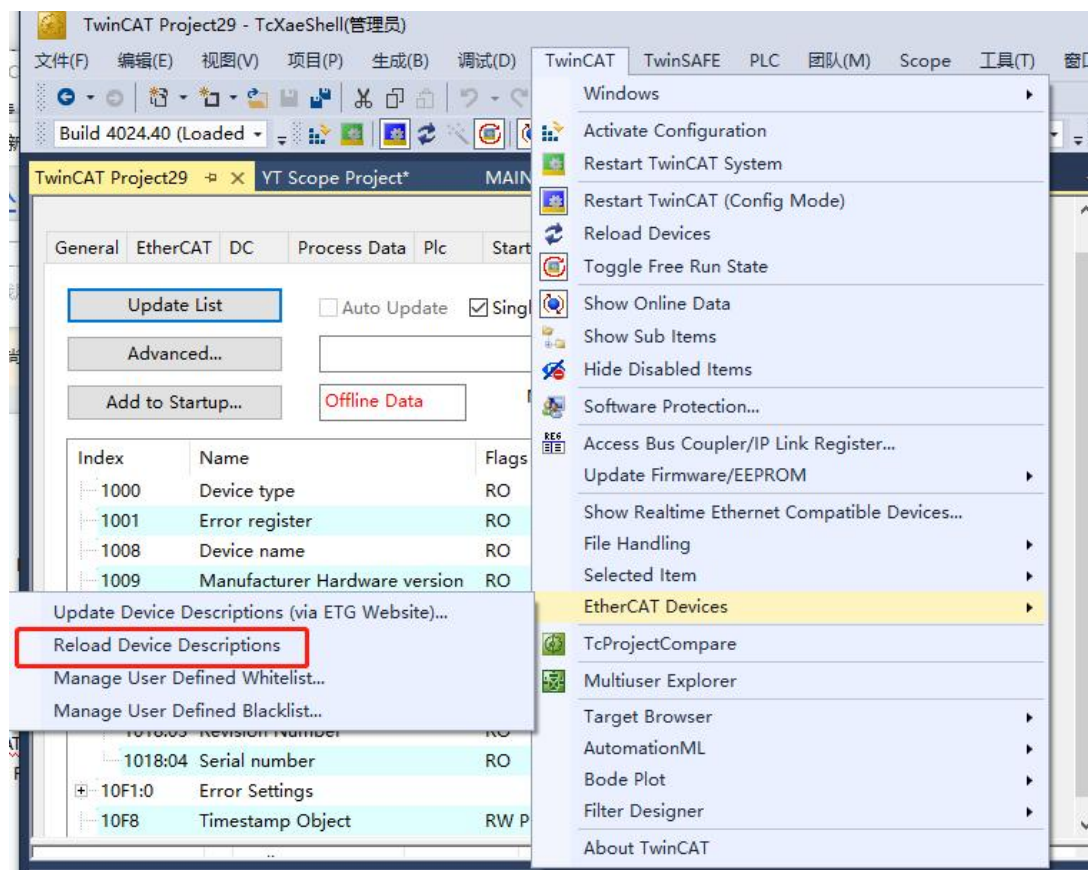

图 4-4 重新读取描述信息
(2) 如果对应版本固件的 xml 也修改了，则需使用新的 xml 文件，替换原来 C:\TwinCAT\3.1\Config\Io\EtherCAT 路径下的 xml 文件。并在 TwinCAT 中点击 Reload Device Descriptions，如图 4-4 所示。随后移除从站设备，重新扫描，即可通讯。